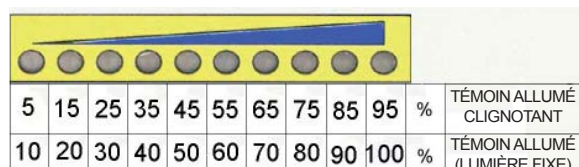

Fig.8
11. MISE EN MARCHÉ (voir Fig. 8/9/10)
L'échelle de visualisation du débit de matériau (Fig.8), divisée en LED de couleur verte indique le nombre de tours en pour cent de la pompe à vis. Chaque LED clignotante indique une valeur de 5%, qui doit être additionnée à celles allumées (lumière fixe) Chaque LED allumée (lumière fixe) indique une valeur de 10%